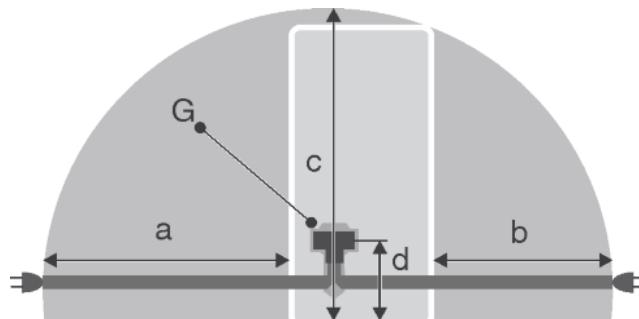

Fig. 52
- Розетка находится вне зоны задней стенки в данной зоне. Fig. 52 (a, b, c)
- Штекер устройства Fig. 52 (G) подсоединить с задней стороны устройства. Следить за правильной фиксацией.